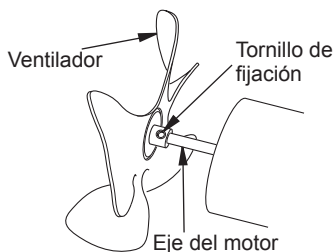

Figura 6 - Ubicación del ventilador, del eje del motor y del tornillo de fijación
4. Vuelva a colocar el ventilador en el eje del motor. Asegúrese de que el tornillo de fijación esté tocando la parte posterior de la superficie plana del eje del motor (consulte la figura 6, página 9).